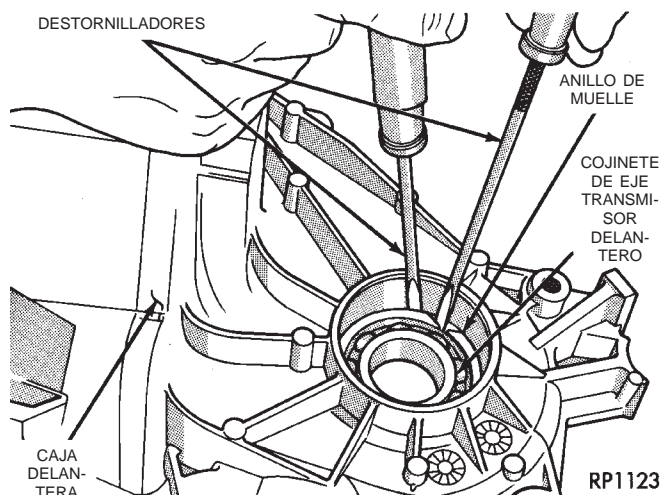

Fig. 41 Desmontaje de anillo de retención de cojinete del eje transmisor delantero
(2) Retire el anillo de retención del cojinete del eje transmisor delantero empleando un destornillador (Fig. 41).